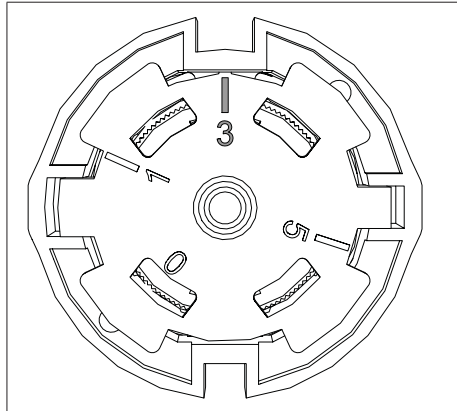

Fig. 13: Position de l'unité de capteur à la livraison
- Tourner l'unité de capteur sur position 3 (position de montage; voir Fig. 13 en page 56). Le chiffre 3 doit être aligné avec le trait de repère.